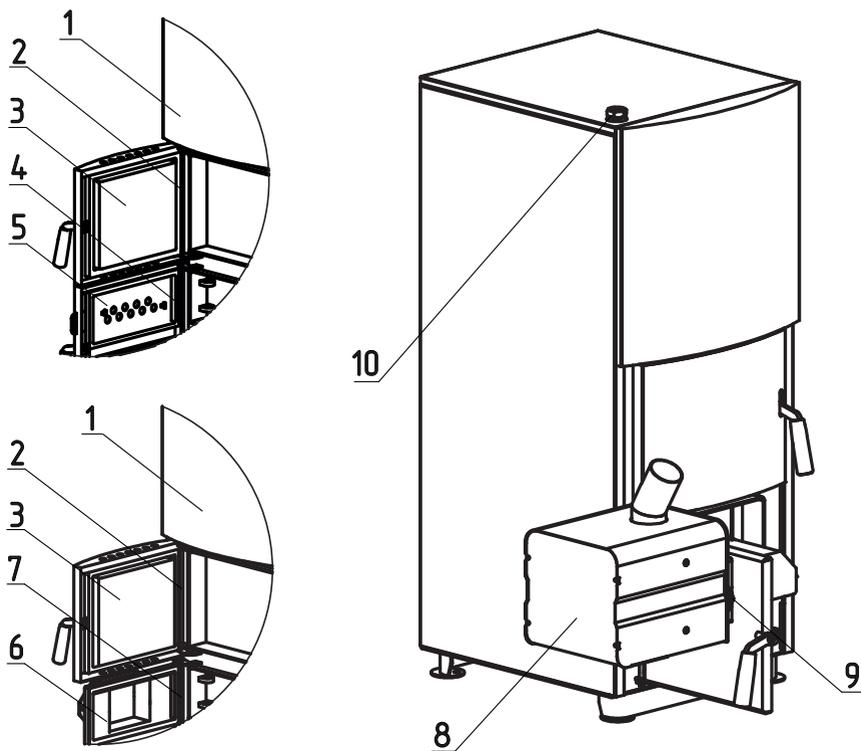

Рис. 9 Порядок установки двери на твердотопливные котлы ZOTA Mix 40 и ZOTA Mix 50
- Снимите панель (Рис.9, поз.1), извлеките ось (Рис.9, поз.2) и снимите дверцу загрузочную (Рис.9, поз.3).
- Затем извлеките ось дверцы зольной (Рис.9, поз.4) и снимите зольную дверцу (Рис.9, поз.5).
- Далее установите адаптер горелки (Рис.9, поз.6) и зафиксируйте его осью (Рис.9, поз.7).
- Установите дверцу загрузочную (Рис.12, поз.3), установите ось загрузочной дверцы (Рис.9, поз.2) и установите на место панель (Рис.9, поз.1).
- Установите горелку (Рис.9, поз.8) на котел и зафиксируйте ее гайками (Рис. 9, поз. 9).
- Для установки гильзы под датчики температуры и перегрева снимите пробку или тягорегулятор (если установлен) и установите гильзу (Рис.9, поз.10) в освободившееся отверстие.